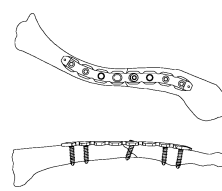

図26
- 15) イメージインテンシファイヤー (X線透視) でインプラントの状態を確認し、縫合して手術を終了します。(図26)